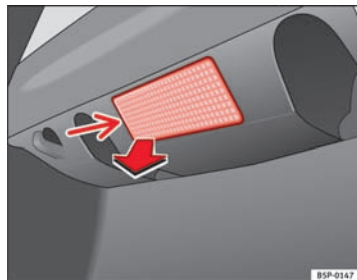

Fig. 166 Bagagerumslys
- Tag lampeglasset af ved at trykke på den nederste kant-pil med en skruetrækker → Fig. 166.